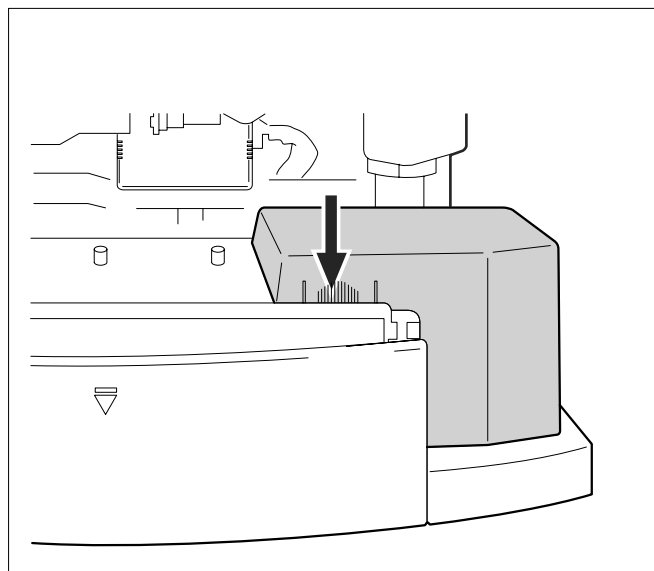

Fig. 58 Montarea capacului cutiei de conexiuni
- Montați capacul cutiei de conexiuni (vezi Fig. 58).